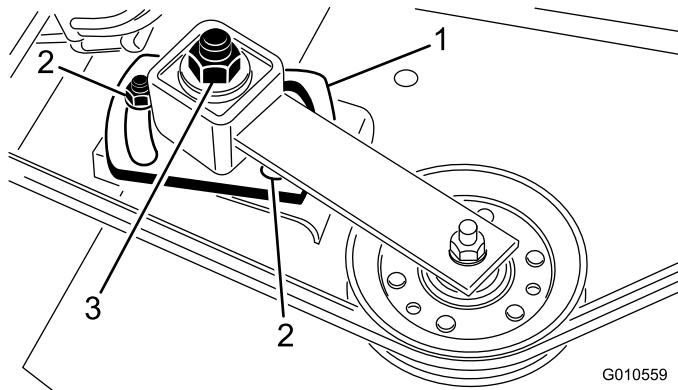

Figura 30
- Usate una chiave torsiometrica e a tubo per serrare il dado di regolazione del tendicinghia tra i 47 e i 54 N·m (Figura 30).